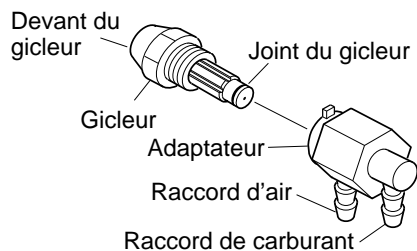

Figure 21 - Gicleur et son adaptateur
6. Avec précaution, retirer le gicleur de son adaptateur à l'aide d'une clé à douille de 5/8 po (voir figure 21).
9. Replacer le gicleur dans son adaptateur en veillant à ce qu'il soit bien en place. Serrer d'un tiers de tour supplémentaire à l'aide d'une clé à douille de 5/8 po de 4,5 à 5,1 Nm (40 à 45 po-lb). Voir figure 21.